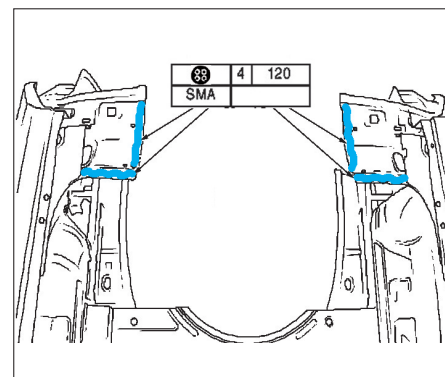

FIG. 166
- Encoller les renforts de la traverse (**fig. 166**).